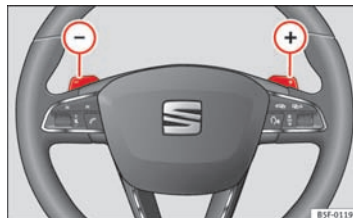

Fig. 92 Rat: gearvælger til automatisk gearkasse
- Tryk på skiftekontakten **+** ⇒ Fig. 92 for at skifte et gear op.